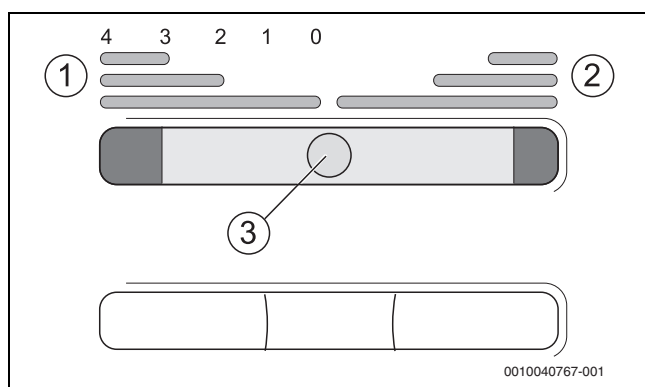

Bild 9 Verbrennungsluftschieber an der Aschetür
- ▶ Verbrennungsluftschieber [3] von der Mittelstellung ausgehend nach rechts führen (→ Bild 9)
- ▶ Verbrennungsluftschieber [3] von der Mittelstellung ausgehend nach links führen (→ Bild 9).
- ▶ Verbrennungsluftschieber nach rechts schieben, um die Heizleistung einzustellen (→ Bild 9, Seite 15).